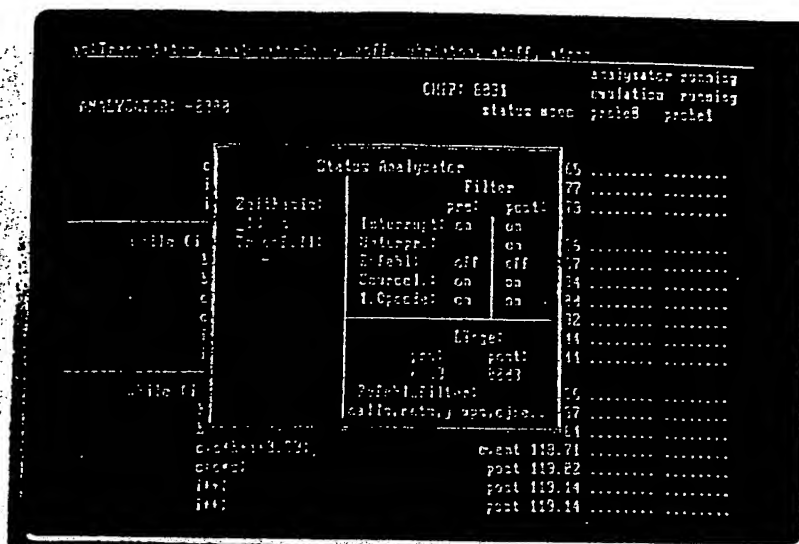

Bild 3. Details zum Analysatorstatus
- **Frei programmierbares Filter:** Spezielle Programmteile können mit einem Cursor markiert und somit zur Aufzeichnung freigegeben werden. Dieses Filter läßt sich sehr flexibel einsetzen (siehe auch Bild 3).